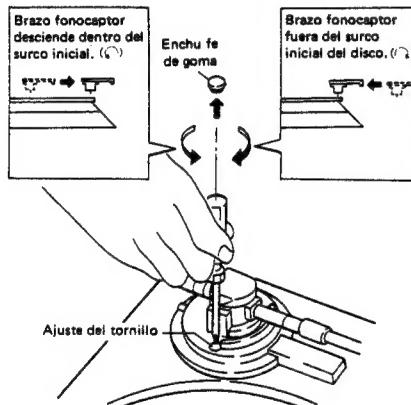

Fig. 14-1 Posición de descanso de la aquila.
1. Sacar el enchufe de goma (Fig. 14-1).